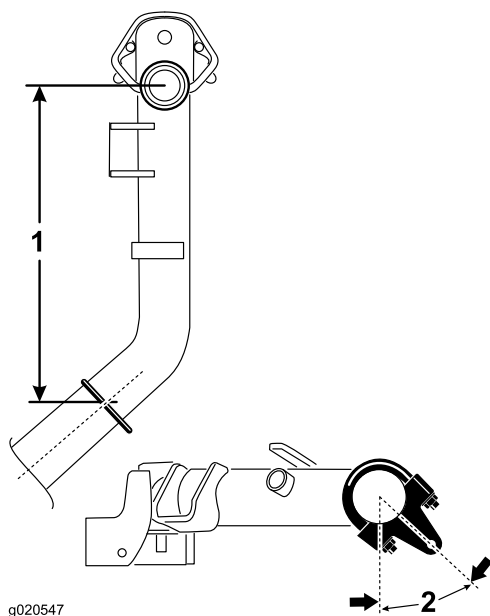

Figura 5
- En los brazos de elevación 2 y 3, posicione los soportes y los pernos en U a 38,1 cm por detrás de la línea central del pivote (Figura 5).